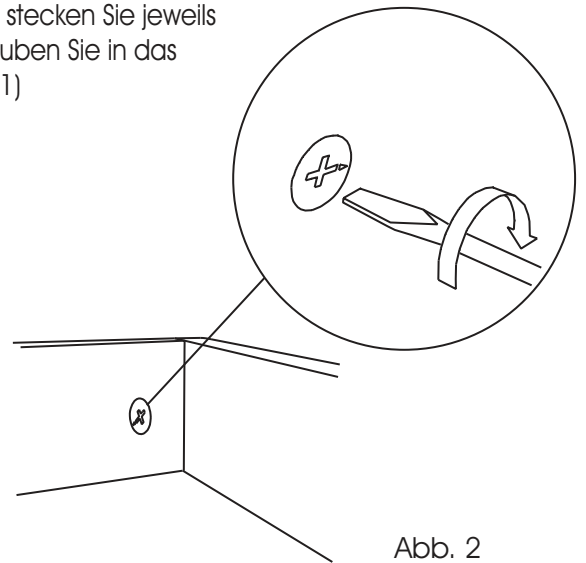

Abb. 2
3. Verschrauben Sie die Kufen mit je 4 Stück Ø4x25mm RW-Schrauben. Drehen Sie anschließend die Sockelschrauben in die hierfür vorgesehenen Gewindebohrungen der Kufen. (Abb. 2)
2. Stecken Sie das Sockelvorderstück und die Sockel-Retouren zusammen und drehen den Excenter fest. (Abb. 2)